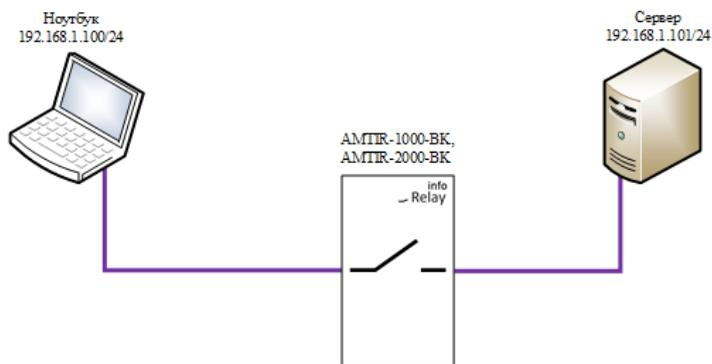

Рис. 8. Прямое подключение двух компьютеров
1. Прямое подключение двух компьютеров (Рис. 8) с целью проведения процедуры технического обслуживания, при котором компьютеры находятся в одной сети или в различных сетях и являются граничными устройствами для входа в эти сети (имеют внешний IP). Изделие включено непосредственно между компьютерами.